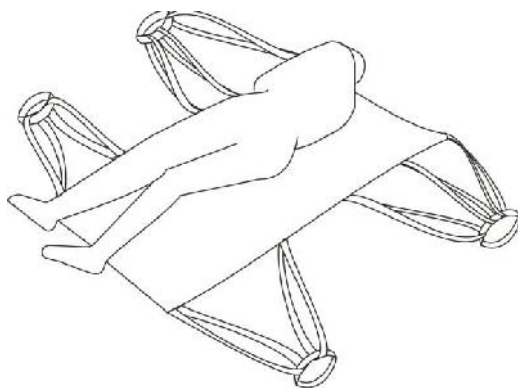

Figura 20. Forma de poner el arnés tipo camilla.
- ✓ Gire de medio lado al paciente y ubique el arnés bajo su espalda. luego gírelo para el lado contrario y termine de sacar el arnés por debajo de su espalda. (ver figura 20) Tenga especial cuidado de que cuando realice este procedimiento, el paciente quede centrado verticalmente en el arnés y de que las piernas o cabeza no queden por fuera de este.